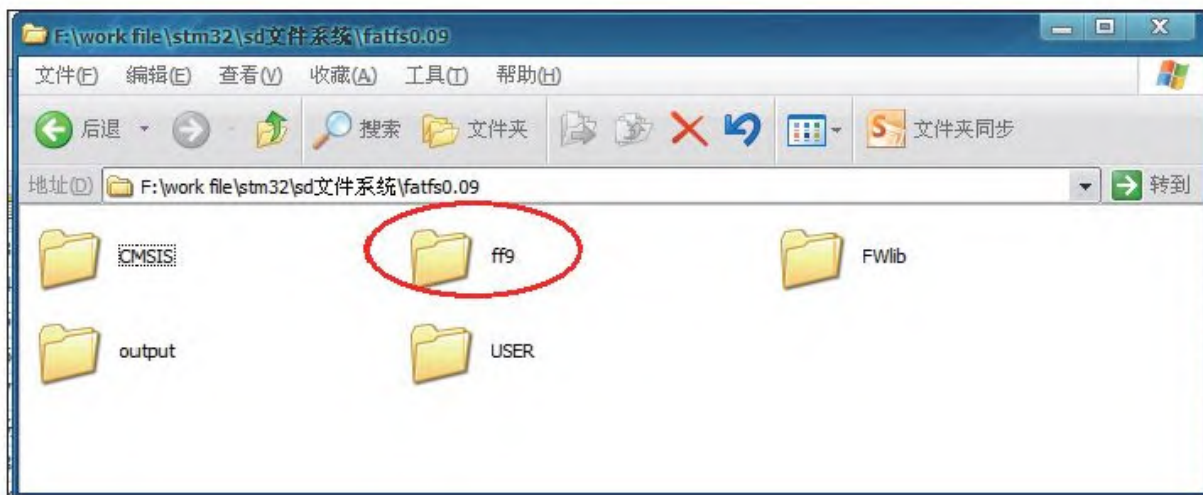

图 18-5 复制文件系统源码到工程目录
2) 直接将整个解压后的文件系统源码复制到工程目录下，见图18-5。